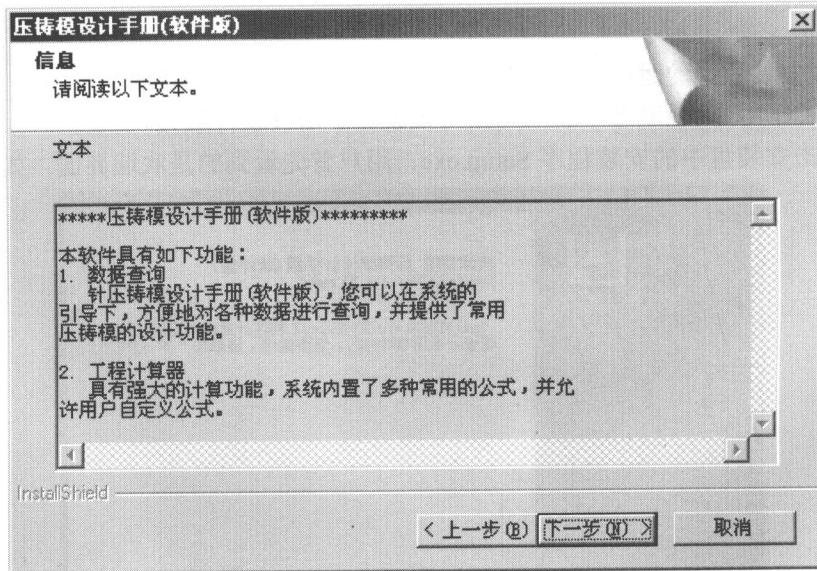

图 1-3 软件信息界面
(4) 进入软件信息界面，如图 1-3 所示，概要介绍了《压铸模设计手册（软件版）》的主要功能，单击“下一步”按钮。